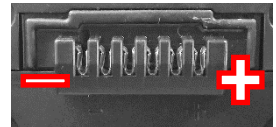

Abb. 5
- Vermeiden Sie einen Kurzschluss der + und – Kontakte (Abb. 5, Minuspol ganz links, Pluspol ganz rechts) durch stromleitende Objekte. Der Akku darf nicht an unsicheren Orten gelagert werden, wenn er dort mit metallischen oder leitenden Gegenständen in Kontakt geraten könnte.